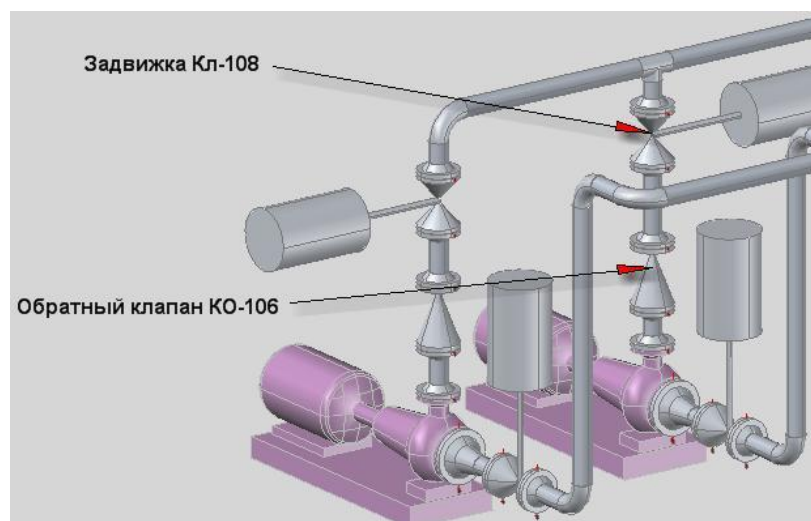

Рис. 96
- Разместите **Обратный клапан КО-106** и **Задвижку Кл-108**, выбирая их последовательно из списка линий P&ID (Рис. 96).